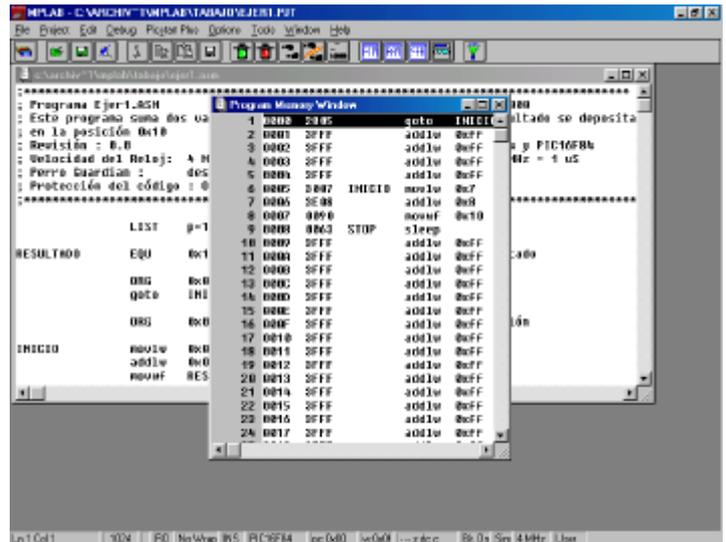

Figura 22.- Pantalla de la ventana de Memoria de programa.
1.1.- Program Memory : Al seleccionar esta opción aparece la pantalla de la Figura 22 en la que se puede apreciar las posiciones de memoria que ocupa cada una de las instrucciones, el código de operación de cada instrucción y la posición de memoria que se le ha dado a cada etiqueta.
- **Machine Code Display:** esta opción presenta el código máquina ensamblado tal y como se ve en la Figura 22. Con la información de las etiquetas y direcciones de memoria que tienen asignadas.